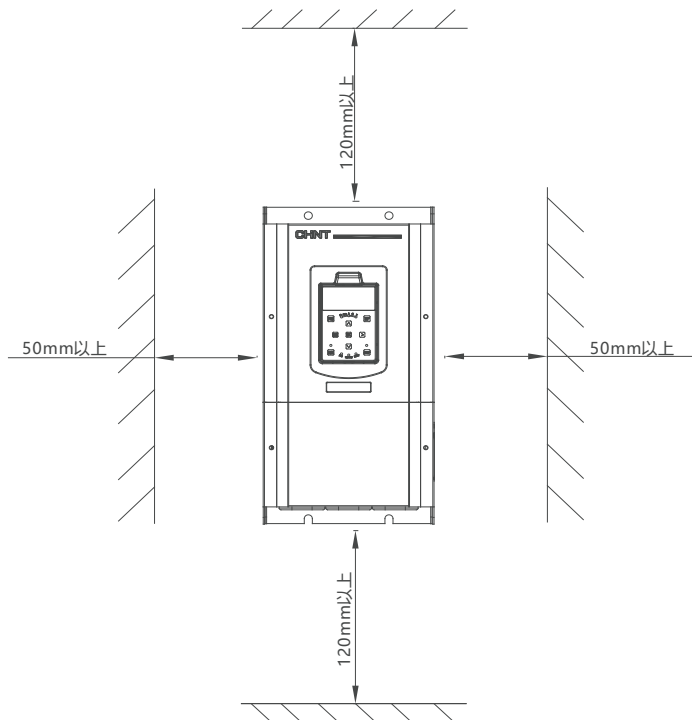

图3-1-1 变频器安装示意图
- g) 使用变频器时，请注意安装间距及距离要求，对于多台安装时，可采用垂直安装和倾斜安装，具体安装方式和安装间距如图3-1-1~3-1-3所示。